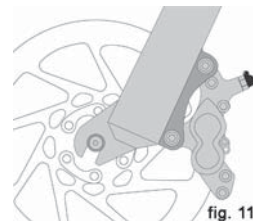
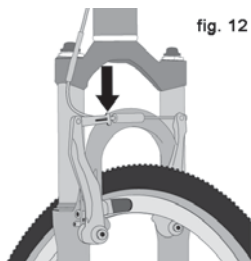

fig. 11
fig. 12
3. Alcuni freni, come i freni a disco (fig. 11) e i V-brake (fig. 12) sono estremamente potenti. Familiarizza con questo tipo di freni e fai molta attenzione quando li usi.
Assicurati che le tue mani arrivino a stringere le leve dei freni comodamente. Se le tue mani sono troppo piccole, consulta con il tuo negoziante prima di utilizzare la bicicletta. La corsa delle leve deve essere regolabile; o è possibile che tu necessiti di un differente design delle leve. La maggior parte dei freni a pattino ha un sistema di sgancio rapido per permettere di far passare il copertone quando si rimuove o si reinstalla una ruota. Quando lo sgancio rapido è nella posizione aperta i freni sono inattivi. Chiedi al tuo negoziante di spiegarti bene il sistema di sgancio rapido dei freni (vedi fig. 12, 13, 14 & 15) e assicurati che entrambi i freni funzionino prima utilizzare la bici.